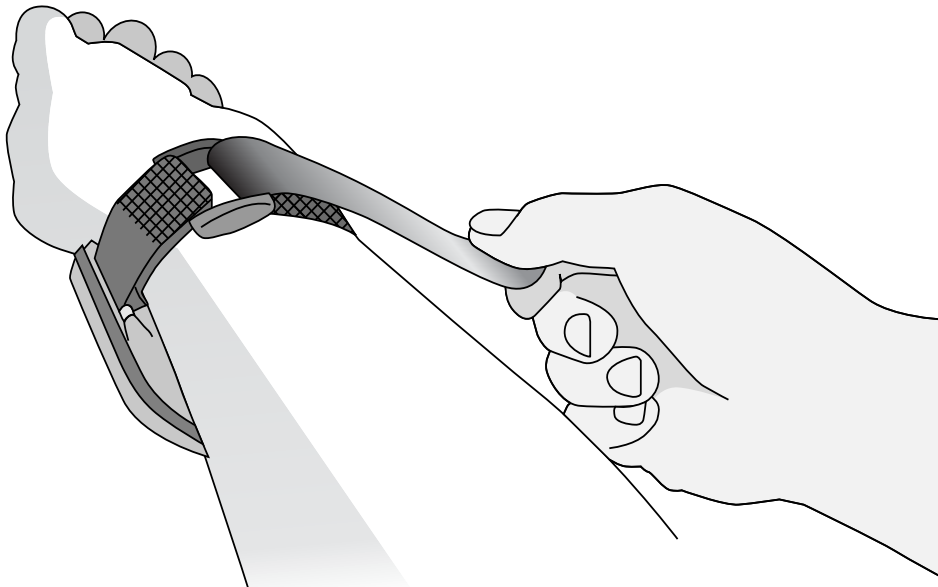
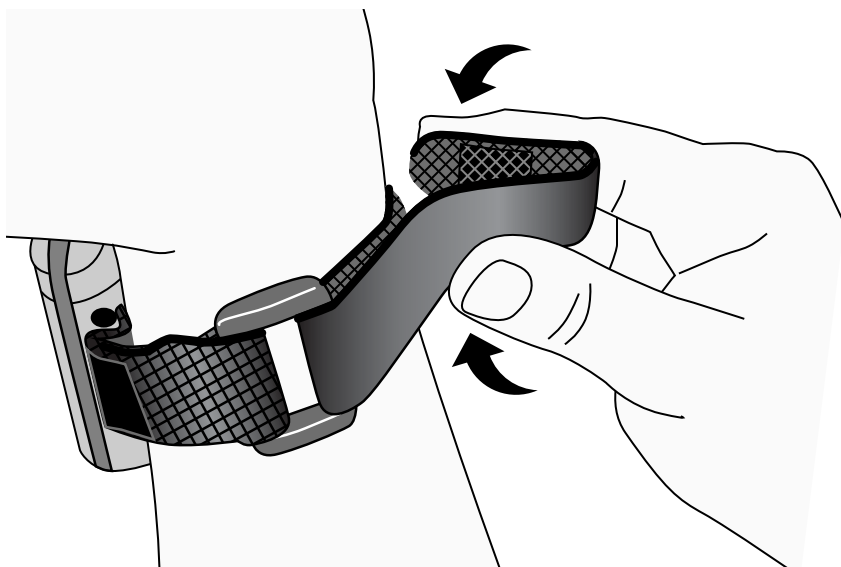
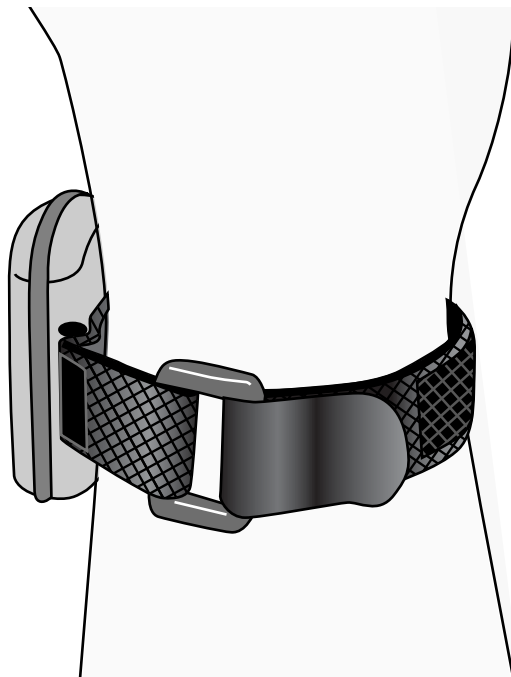

Figura 12: Afivelamento da Pulseira
Figura 13: Uso do Fecho Retangular
Figura 14: Uso do Fecho Quadrado
4. Dobre a pulseira sobre a fivela (figura 12) e aperte o fecho na pulseira (figura 13 ou figura 14). A circunferência do pulso determinará qual fecho usar.
OBSERVAÇÃO: Ao usar o fecho retangular, a pulseira pode ser encurtada. Para encurtar a pulseira, dobre a extremidade de maneira que o fecho quadrado fique preso à pulseira (figura 13).